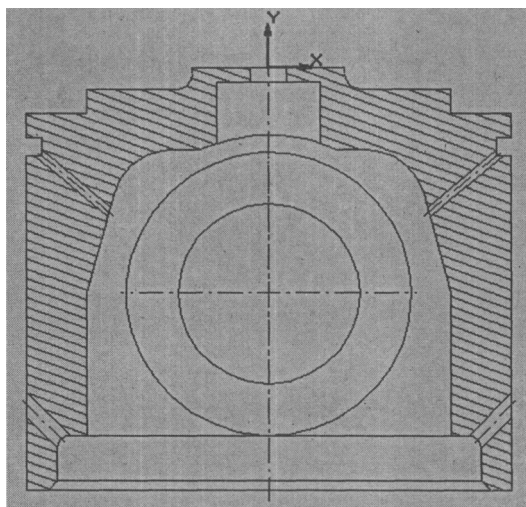

рис. 4.66
14. Штриховка. Нажмите кнопку $f\%$ (**Штриховка**) и в окне **Шаг штриховки** установите 3. В окне **Угол наклона штриховки** введите -20 и нажмите **Enter**. После того как параметры штриховки введены, можно приступить к штриховке. Для этого достаточно указать мышью места предполагаемых мест штриховок, заштриховать их с помощью мыши и зафиксировать, нажав кнопку $\wedge I$ (Создать объект). Если штриховку осуществить не удалось, значит, при вводе геометрии были допущены ошибки (разорван основной контур). Искать разрыв линии - дело очень трудоемкое, часто бывает проще построить весь чертеж заново. Если все сделано правильно, штриховка тронка будет иметь вид, как на рис. 4.66.